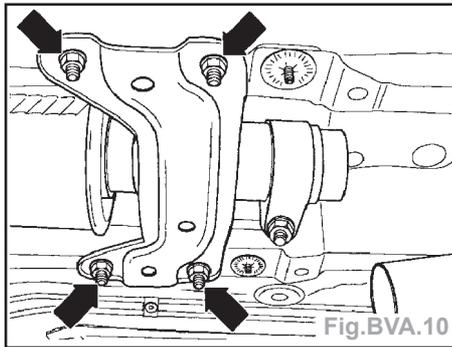

Fig. BVA.10
- Démontez la traverse avant située sous le système de gaz d'échappement (flèches) (Fig.BVA.10).